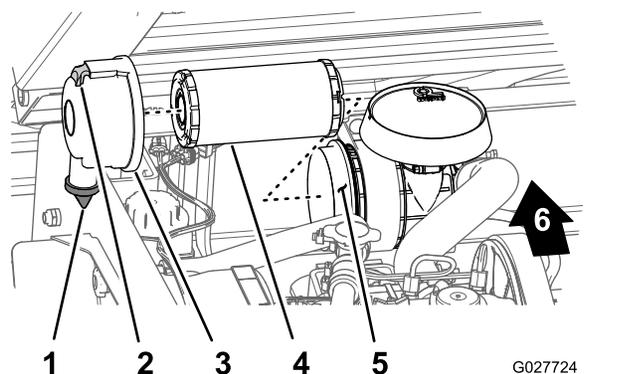

図 35
- エアクリーナ本体にリーク原因となりそうな傷がないか点検する 図 35。
3. エアクリーナのラッチを引いて外し、カバーを左にひねってボディーから外す 図 35。
5. 汚れを落とさないように注意しながら、ハウジング 図 35 内部からエレメントを静かに引き出す。
1. エアフィルタのカバーについている異物逃がしポートを清掃する 図 35。
2. カバーについているゴム製のアウトレットバルブを外し、内部を清掃して元通りに取り付ける (図 35)。
3. エレメントをハウジング内部にしっかり取り付ける。エレメントの外側のリムを軽く押さえて確実にハウジングに密着させる 図 35。
4. アウトレットバルブが下向き後ろから見たとき、だいたい時計の5時と7時の間になるようにカバーを取り付ける 図 35。
5. カバーをハウジングにラッチで固定する (図 35)。